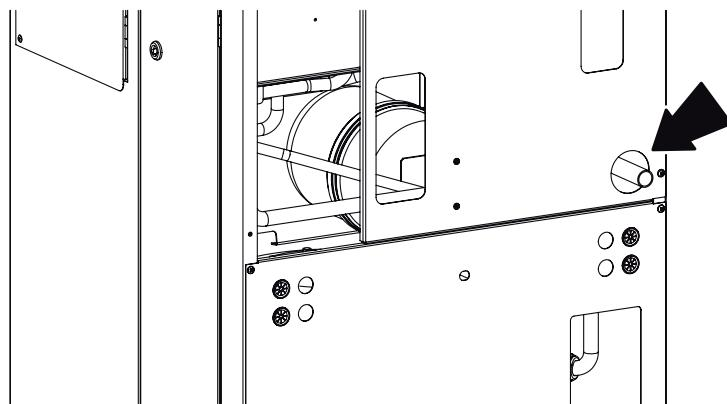

Fig. 16 Scarico condensa
E' OBBLIGATORIO, per collegare l'attacco gas della caldaia alla tubazione di alimentazione, interporre una guarnizione (A) a battuta di misure e materiali adeguati (vedi Fig. 16 Scarico condensa).